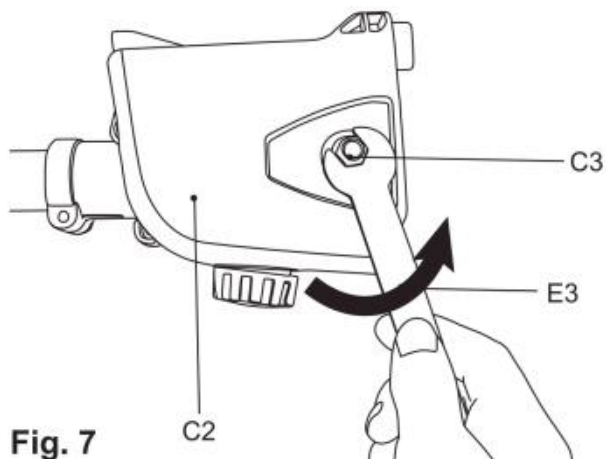

Fig. 7
- 3) Svitare in senso antiorario il dado di fissaggio (C3) con la chiave di montaggio (E3) e quindi rimuovere il coperchio laterale (C2). (Fig.7)